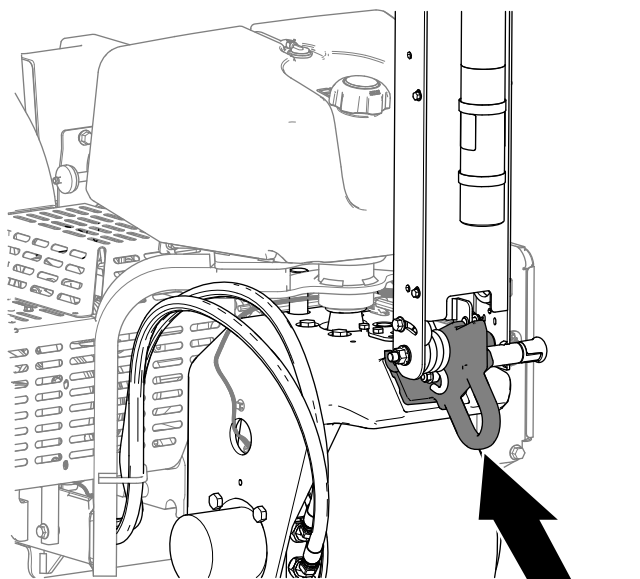

Bild 128
6. Wenn Sie die Maschine abschleppen, schleppen Sie sie an der vorderen Vergurtungsstelle (Bild 128).